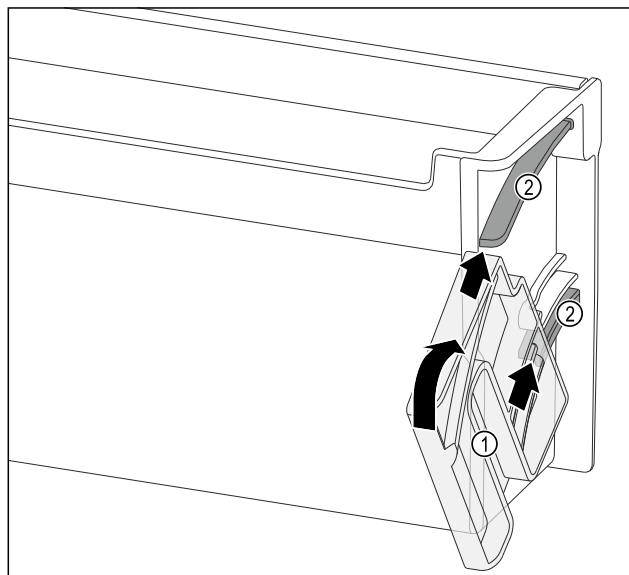

Fig. 140
- ▶ 定位旋转单元 Fig. 140 (1)，使槽正好与门边存放架的导向槽 Fig. 140 (2) 相对。
- ▶ 沿指定方向转动旋转单元 Fig. 140 (1)。